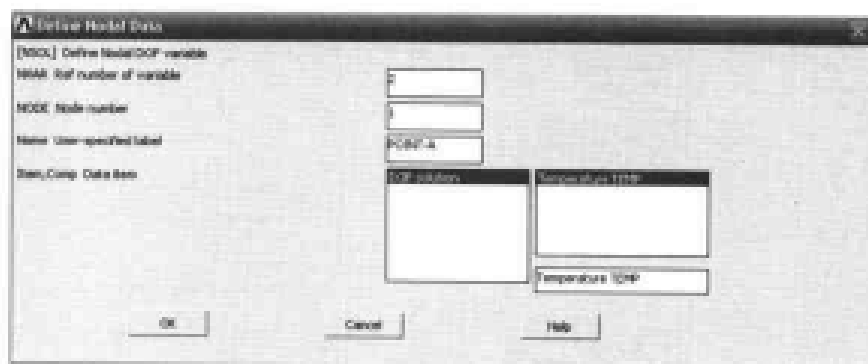

图 13-144 定义时间历程变量对话框
(4) 选择 Main Menu | TimeHist Postpro | Define Variables 命令, 出现 Defined Time-History Variables 对话框, 单击 Add 按钮, 出现 Add Time-History Variable 对话框, 选中 Nodal DOF result 单选按钮, 单击 OK 按钮, 出现 Define Nodal Data 对话框, 在文本框中输入 1, 单击 OK 按钮, 出现 Define Nodal Data 参数设置框, 在 Name User-specified label 文本框中输入 Point-A, 其余选项采用默认设置, 如图 13-144 所示, 单击 OK 按钮关闭该对话框。